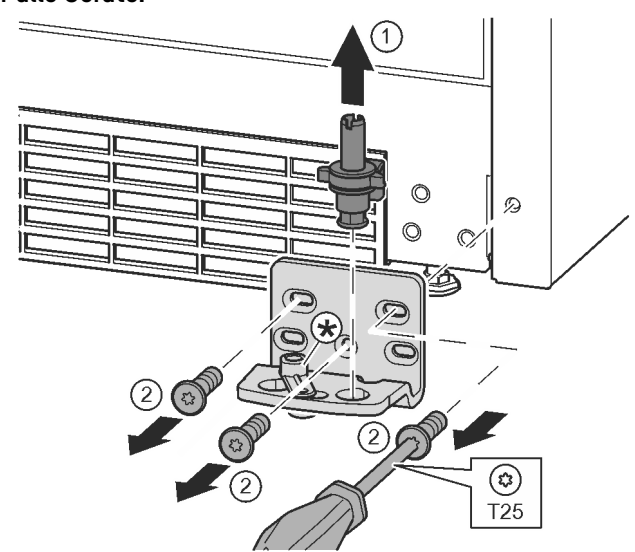

Fig. 15
- ▶ Lagerbolzen komplett nach oben herausziehen. Fig. 15 (1)
- ▶ Schrauben mit Schraubendreher T25 herausdrehen und Lagerbock abnehmen Fig. 15 (2)